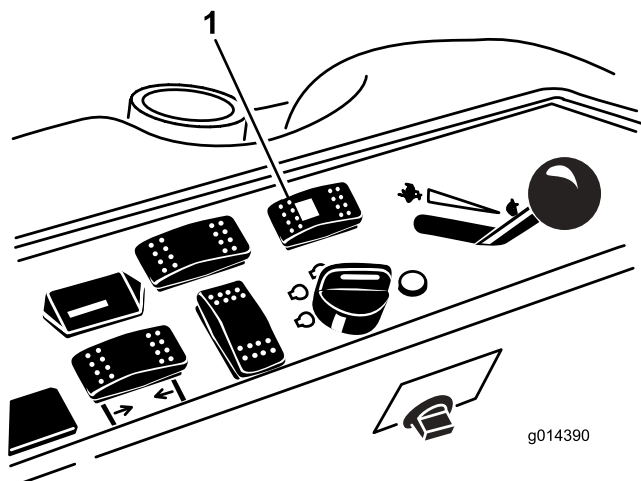

Figure 41
1. Poussez le sélecteur de direction à la position arrière (quatre roues motrices) (Figure 41).